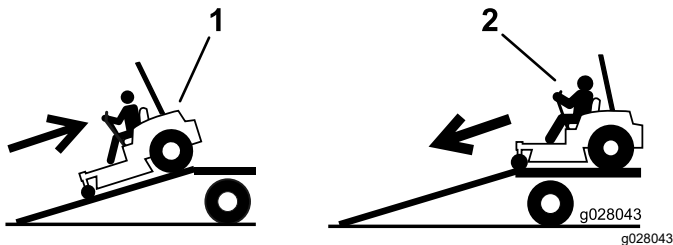

Figura 34
4. Suba la máquina por la rampa en marcha atrás (Figura 34).
2. Baje la máquina por la rampa conduciendo hacia adelante (Figura 34).